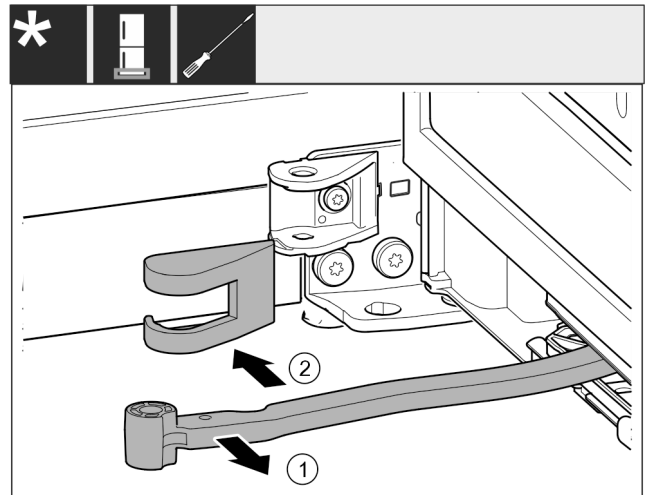

Fig. 15
- Gelenk Fig. 15 (1) in Richtung Tür drehen.
- Lagerbockabdeckung Fig. 15 (2) entfernen.